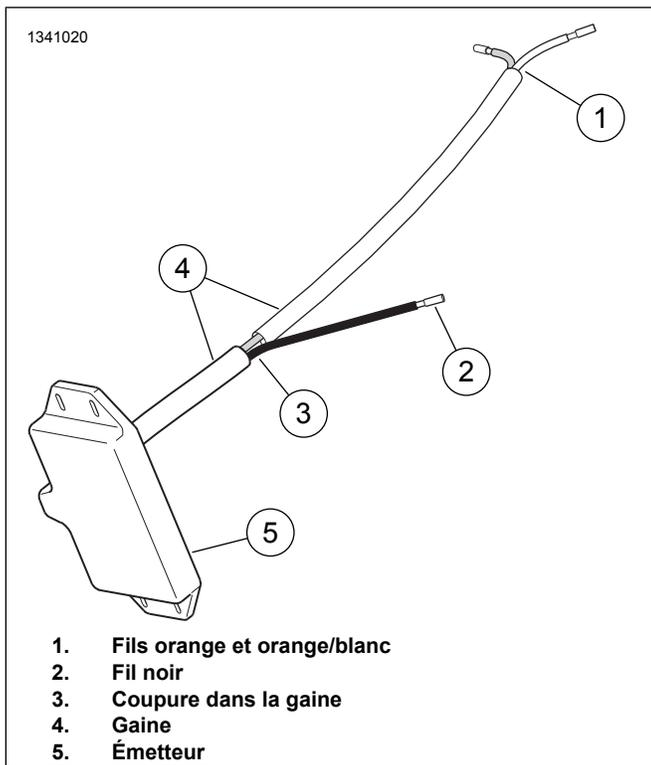

Figure 20.
3. Laisser les deux (2) autres cache-poussière du connecteur en place sur le faisceau 69201599A.
6. Voir la figure 20.